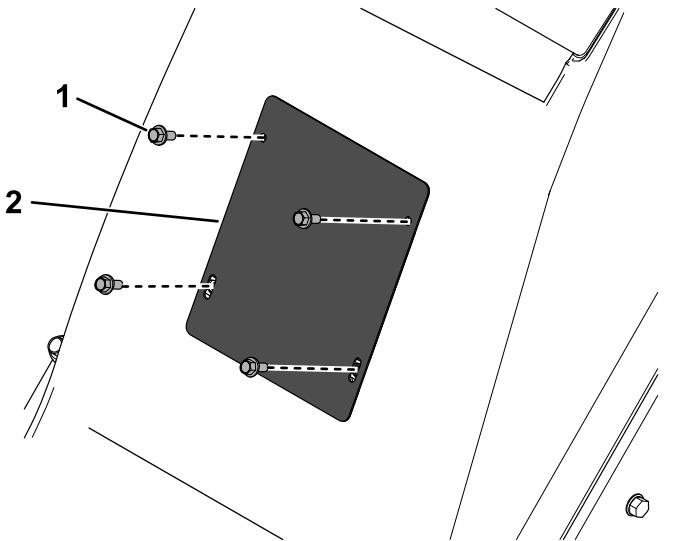

Bild 28
3. Entfernen Sie die vier Schrauben, mit denen die vordere Abdeckung befestigt ist und entfernen die Abdeckung (Bild 28).